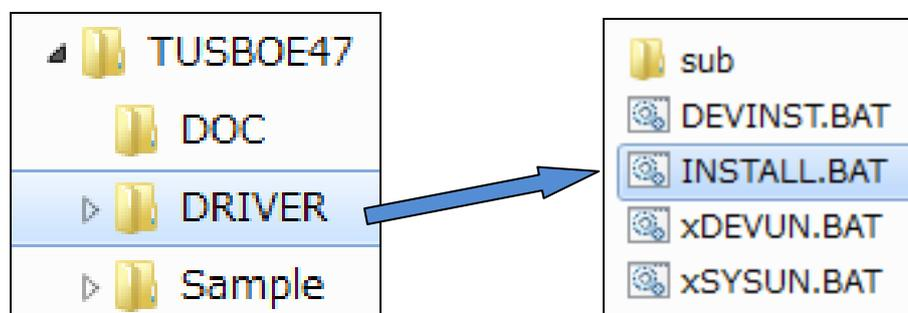

図 4-1 インストール実行画面
- 「TUSBOE47」→「DRIVER」内にある【INSTALL. BAT】を実行します(図 4-1)。